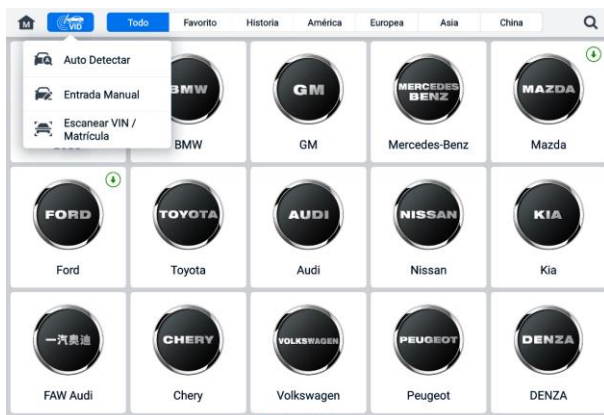

Figura 6-6 Pantalla del botón VID
2. Toque el botón **VID en la barra de herramientas superior** (ver Figura 6-6 Pantalla del botón VID).
Toque **Escanear VIN/Matrícula** en la lista desplegable (ver Figura 6-6 Pantalla del botón VID), se abrirá la cámara. En el lado derecho de la pantalla, de arriba a abajo, hay tres opciones disponibles: **Escanear código de barras**, **Escanear VIN** y **Escanear matrícula**.